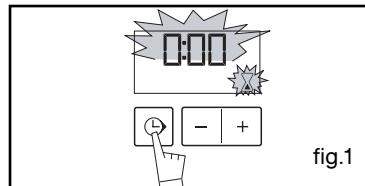

fig.1
- Druk op de toets “” (fig.1) tot het symbool van de schakelklok knippert.